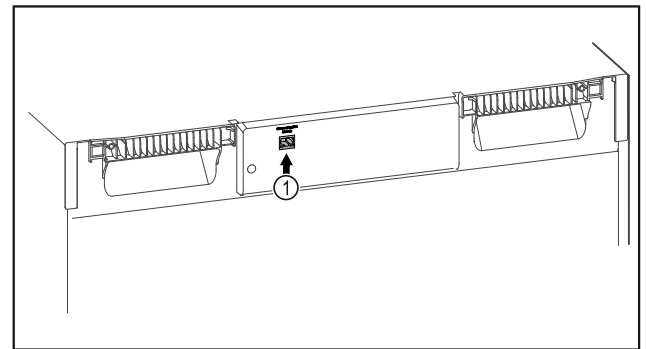

Fig. 112
- A SmartModule *Fig. 112 (1)* be van helyezve.